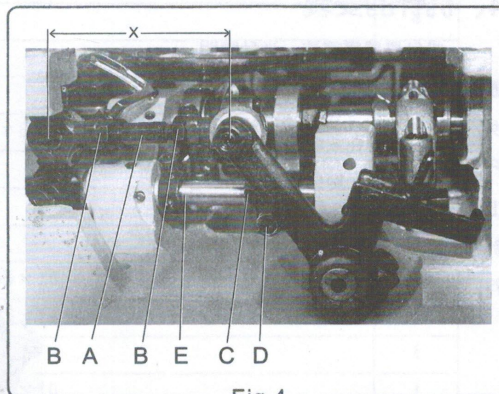

Fig.4
- (一) 首先调节连接杆 (图4, A), 使两球轴承 (X) 中心线间距为69.8毫米 ($2\frac{3}{4}$ 英寸), 调节时拧松二个螺母 (B), 顺旋或倒旋连接杆 (A) 使 (X) 距离符合要求后再锁紧螺母。
- (1) First set the looper connecting rod (A. Fig.4), so the distance (X. Fig.4)
（三）继续转动皮带轮，使弯针（图5，A）从右向左运动时靠近机针背面的凹形处通过而不得接触，其间隙为0.08毫米~0.13毫米（0.003至0.005英寸）（图6所示）。调节时拧松弯针小偏心摇杆（图4，C）的螺钉（图4，D），按需要把弯针向前或向后摆动从而转动弯针架轴（图4，E），再拧紧螺钉（D）。
(3) Rotate the machine pulley so that the looper moves from right to left. The looper point should pass as close possible to the back of the needle without contacting 0.08-0.13mm (0.003 to 0.005 in.) clearance. For adjustment, loosen screw (D, Fig.4) in the looper eccentric fork (C) and turn rocker shaft (E) on the looper rocker with looper forward or backward as required. Retighten screw (D).